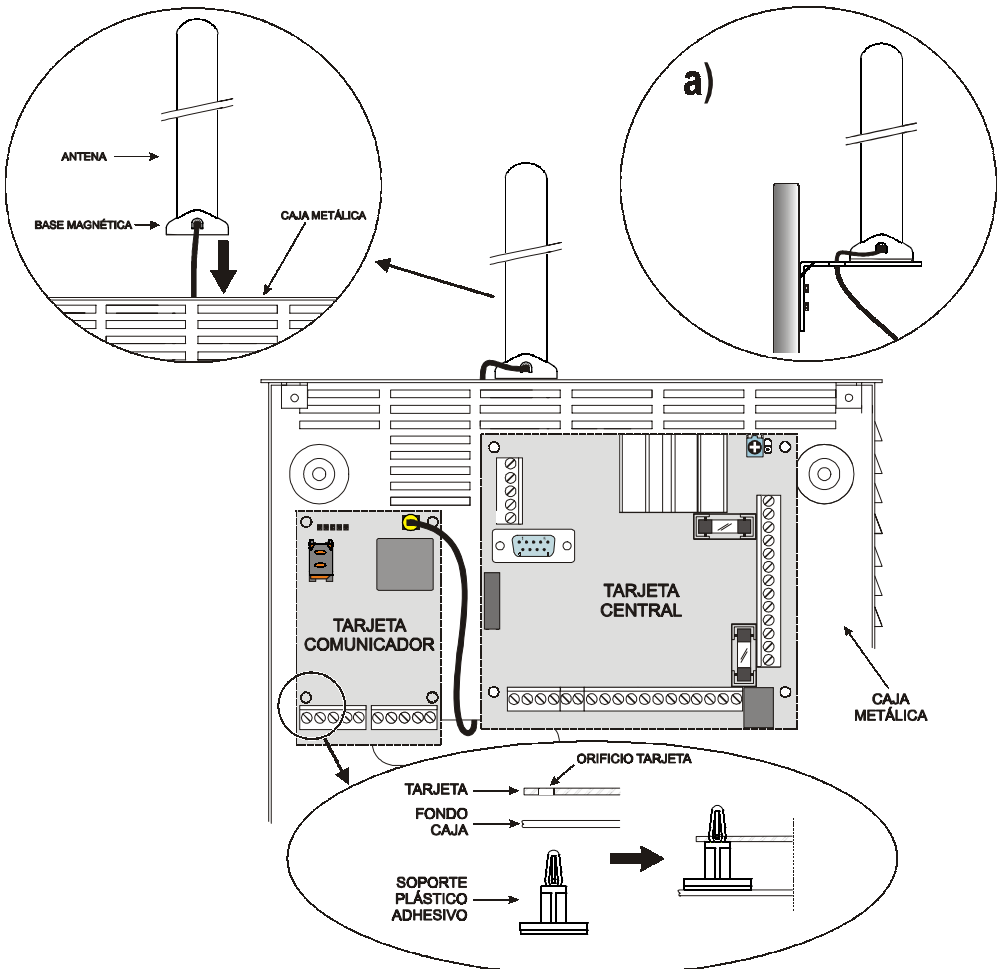

Fig. 2 - Montaje de la tarjeta en el interior de la central
- 4a. Colocar la antena con el cable de 25 cm o la antena con el cable de 2 metros [1] sobre la caja metálica (Fig.2) de modo que la base magnética [2] se adhiera a la superficie. Pasar el cordón de la antena por una abertura para el paso de los cables. Para la versión **BGSM-100KEA** si es necesario, se puede utilizar el estribo metálico [13], Ver Fig.2a. Fijar el estribo metálico [13] utilizando los orificios [12] en un soporte adecuado. Colocar la antena con el cable de 25 cm o la antena con el cable de 2 metros [1] sobre el estribo metálico [13] (Fig.2a), de modo que base magnética [2] se adhiera a la superficie. Pasar el cordón de la antena por el orificio [11] del estribo metálico [13].